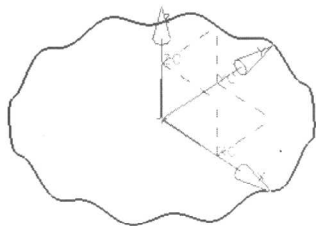

图1-3
2. 使用【规律曲线】功能中的【根据方程】方式创建规律曲线，结果如图 1-3 所示。